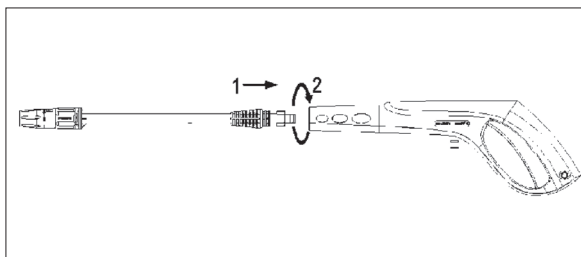

Рис. 6
- Вставьте распылительную трубку в пистолет и вращайте ее до тех пор, пока две части полностью не зафиксируются. Рис. 6